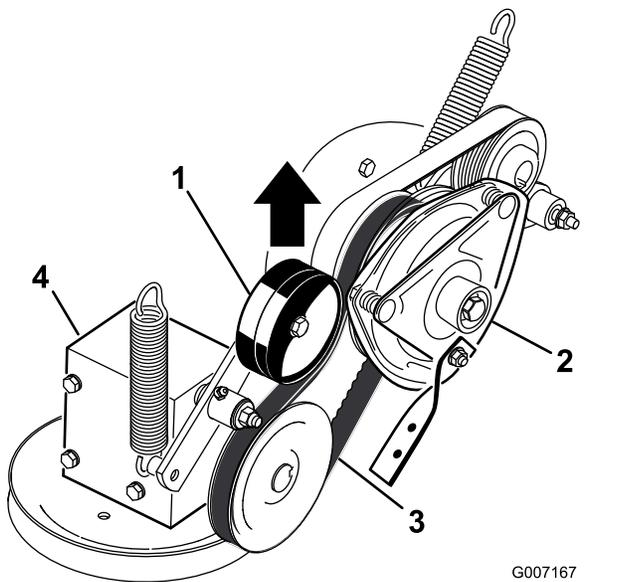

Figura 75
5. Tire hacia arriba de la polea tensora tensada con muelle de la correa de transmisión de la TDF, y retire la correa de la polea del embrague (Figura 75).
17. Tire hacia arriba del brazo tensor tensado con muelle de la correa de transmisión de la TDF, e instale esta en la polea del embrague (Figura 75).